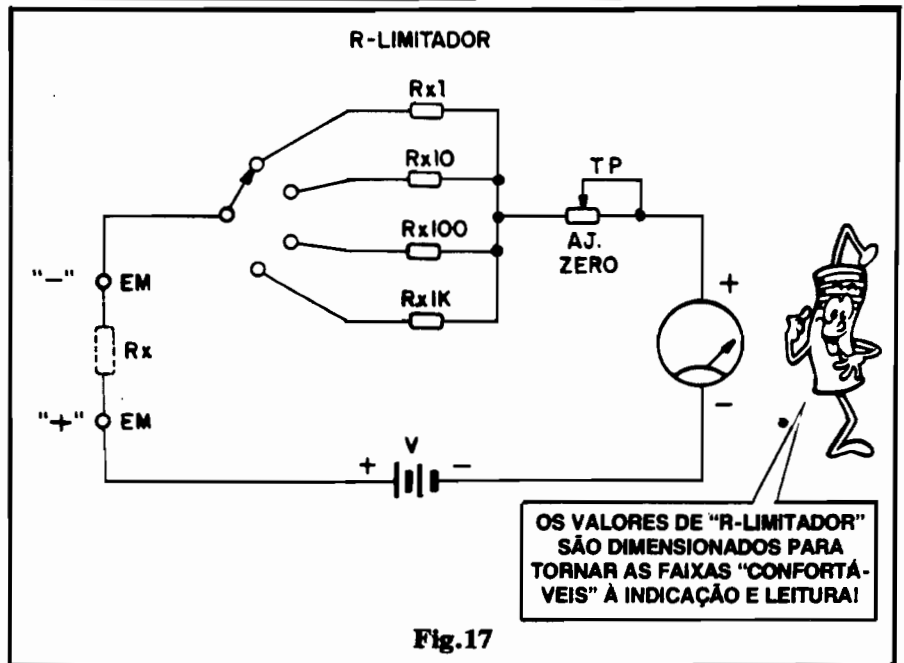

Fig.17
- FIG. 17 - De maneira muito parecida com o que fazemos nos "multi-voltímetros" ou "multi-correntímetros" já explicados, também na adaptação de um galvanômetro para ohmímetro podemos conseguir um sistema multi-faixas com a anexação de vários resistores fixos ( $R_F$ ) de valores especialmente determinados para posicionar (notem que não dizemos mais "quantificar"... ) as